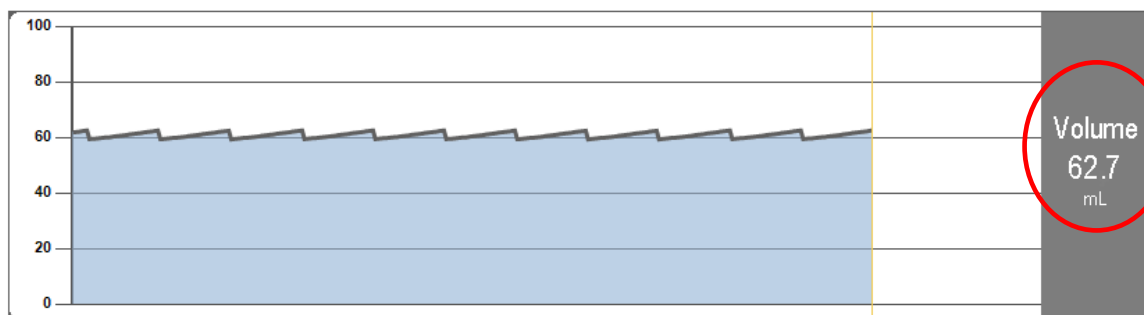

Fig 24
- il volume totale infuso (Fig 24);